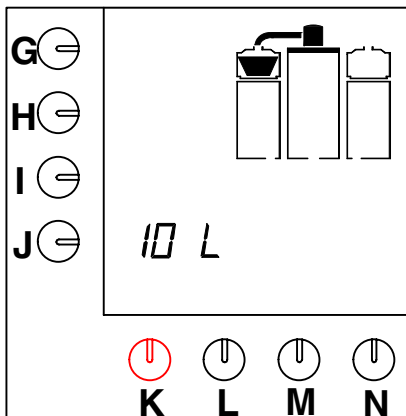

Abb. 9 Nachtropfzeit
- Sobald der Kaffeebehälter gefüllt ist, blinkt die Filterpfanne im Display, für die Nachtropfzeit (Abb.9).
- Die Kontrollleuchte im Schalter brennt jetzt. Die Standardwahlmöglichkeiten erscheinen auf dem Display (Abb.9).